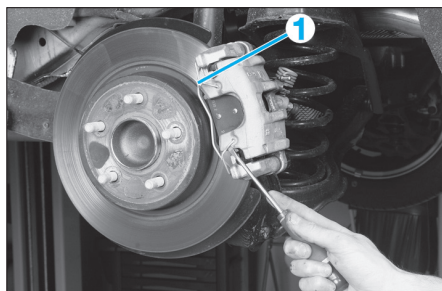

FIG. 8
- le ressort de l'étrier (1) (Fig.8).